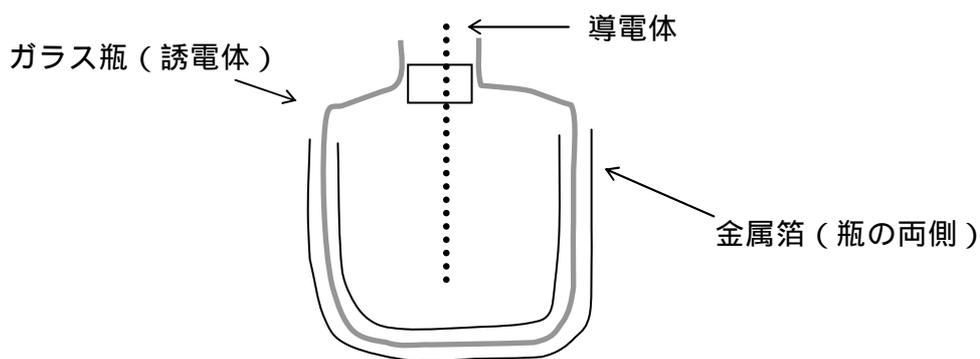

図 2 ライデン瓶
- ・雷と静電気 ベンジャミン・フランクリンは 1752 年、凧をあげて、金属鉤に火花が飛びライデン瓶に電気が貯まる実験を行って、雷が電気であることを確かめた。これは、当時最も危険な実験といわれ、ロシアの科学者ヒリマン教授は同様の実験をして死亡した。現在でもフランクリン・ジャパンという、雷観測ネットワークなどの調査を行う調査会社がある、図 2 はオランダのライデン大学のミュッセンブルーク教授により 1746 年に考案されたライデン瓶である。